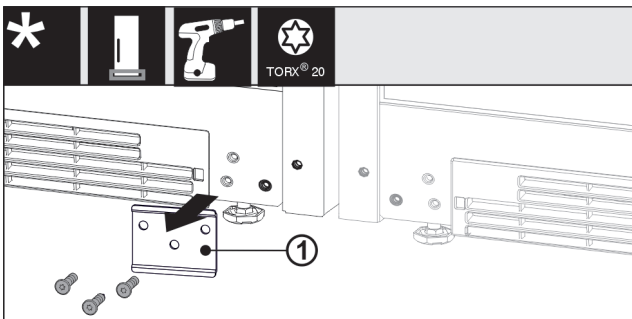

Fig. 14
- Dévisser la plaque Fig. 14 (1) le cas échéant.